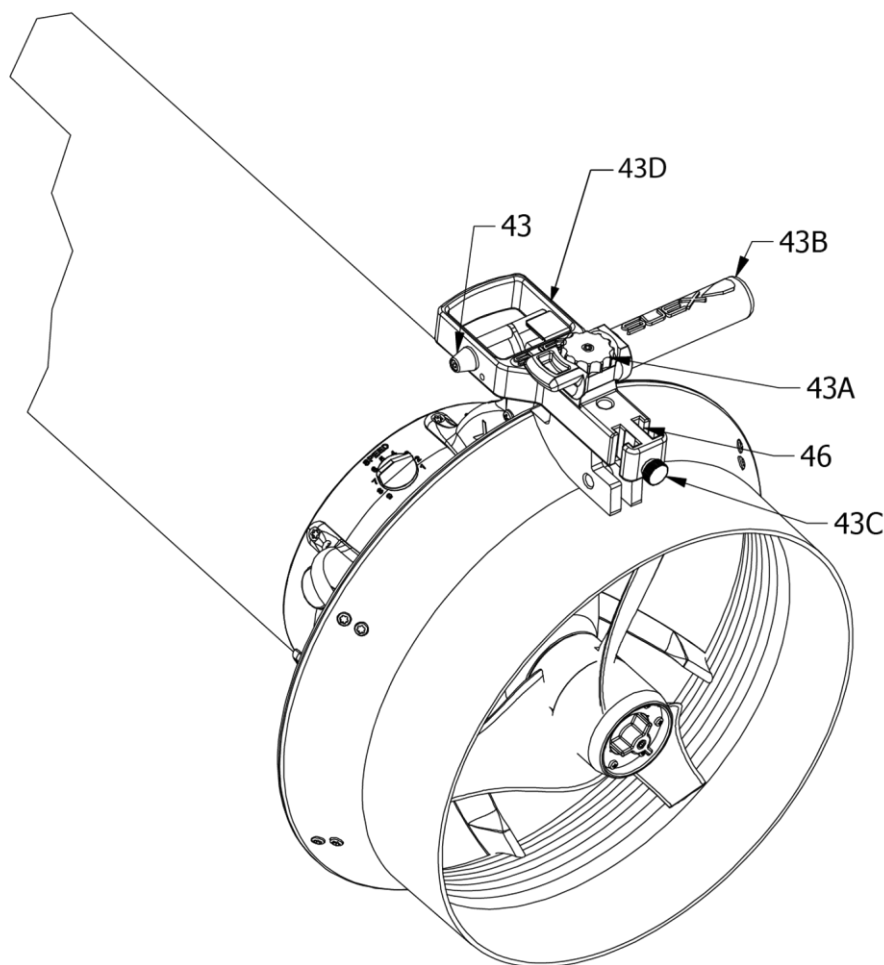

Fig.7 - Impugnatura girevole e cruise control
Nel dispositivo di comando (Fig.7) troviamo: il grilletto (43D), un pomolo di fissaggio (43A) e una relativa vite di blocco pomolo, una maniglia (43B), un pomolo di fissaggio accessori (43C), due sedi per accessori (46) e il pomello cruise control (43).
Per quanto riguarda l'utilizzo, l'impugnatura può essere posizionata a destra (come nella Fig.7) o a sinistra.
Il pomello cruise control (43 - Fig.7) può essere montato sia a destra che a sinistra della maniglia.
Il pomello cruise control (43 - Fig.7), deve essere utilizzato solo sotto il massimo controllo della situazione da parte del subacqueo. Deve essere possibile in qualunque momento intervenire sul pomello stesso, sul grilletto o sull'interruttore di accensione dello Scooter, al fine di evitare qualsiasi tipo di rischio di collisione o di trascinamento del subacqueo in zone pericolose.
Aggiungendo la zavorra mare (23 - Fig.7), fornita in dotazione, lo Scooter può essere adattato all'utilizzo in acqua salata.